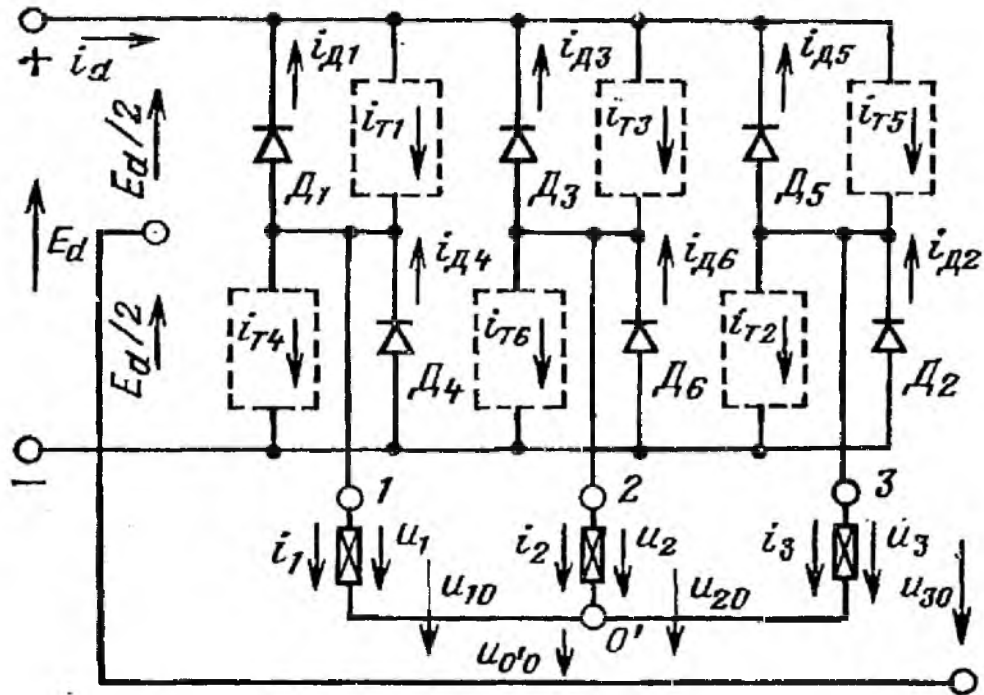

Рис. 13. Схема идеального трехфазного инвертора
17. В схеме идеального трехфазного инвертора, показанной на рис. 13, тиристоры заменены диодами и ключами, соединенными последовательно. Построить кривые фазных напряжений на нагрузке, токов вентилях и источника питания и вычислить средние значения токов вентилях, если $E_d = 10$ В, $f = 100$ Гц и а) нагрузка чисто активная, $R_1 = R_2 = R_3 = R = 1$ Ом, б) нагрузка чисто индуктивная, $L_1 = L_2 = L_3 = L = 1$ мГн. Каждый ключ включается на один полупериод.